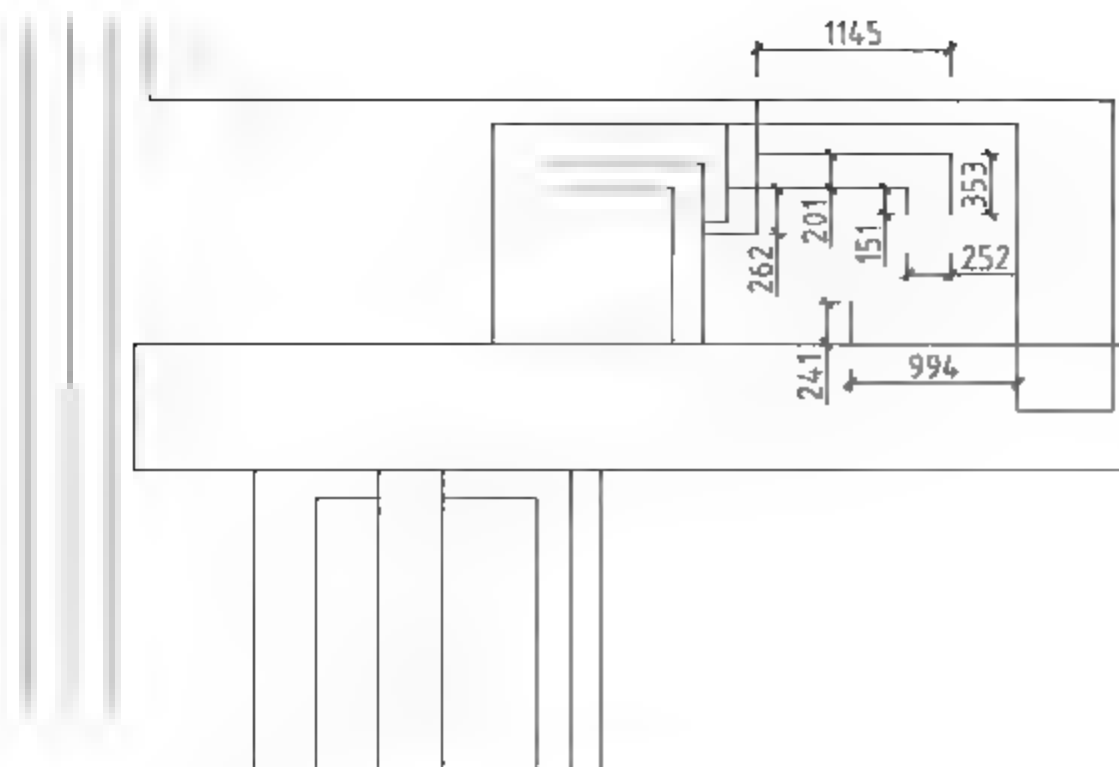

图10-10 绘制线路
- 07** 调用L【直线】命令，根据图中所提示的尺寸大小，绘制如图10-10所示的线路。